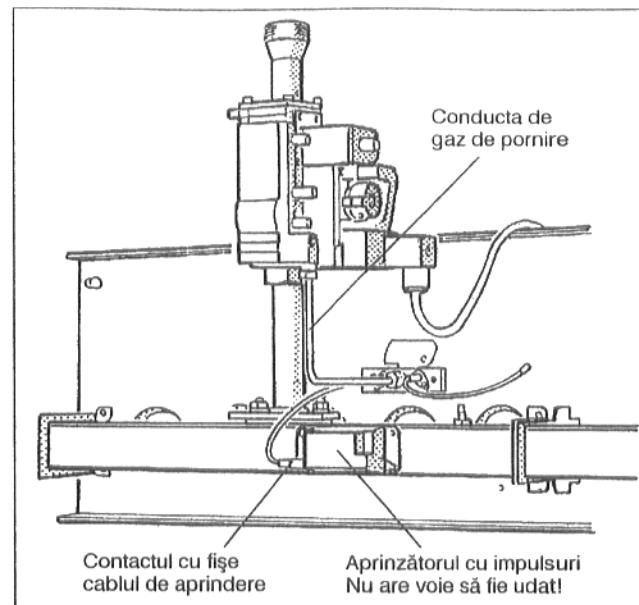

Fig. 43: Arzătorul de gaze
- Raccordul cu fișe al cablului de aprindere se va desface de la aprinzătoarele cu impulsuri (Fig. 43).
- Conductele de gaz de pornire se desfac de la arzătorii de pornire (Fig. 43).
- Se desfac câte două șuruburi de la arzătorii de pornire și aceștia se scot cu grijă afară (Fig. 43).
- Barele arzătorului se scufundă în apă cu detergent și se periază. Se va ține cont aici ca izolația termică la plăcuța arzătorului și aprinzătorul cu impulsuri să nu se ude! Dacă este necesar aprinzătorul cu impulsuri se va deșuruba (Fig. 43).